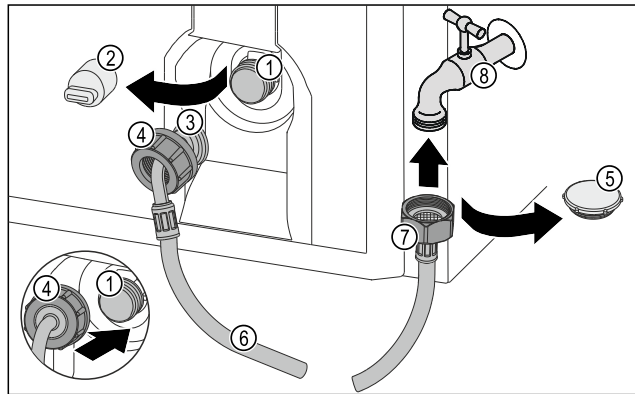

Fig. 23
- ▶ Снимите заглушку Fig. 23 (5).
- ▶ Прямой конец шланга Fig. 23 (7) подсоедините к крану для воды Fig. 23 (8).
- ▶ Навинтите гайку на прямом конце шланга Fig. 23 (7) по часовой стрелке.